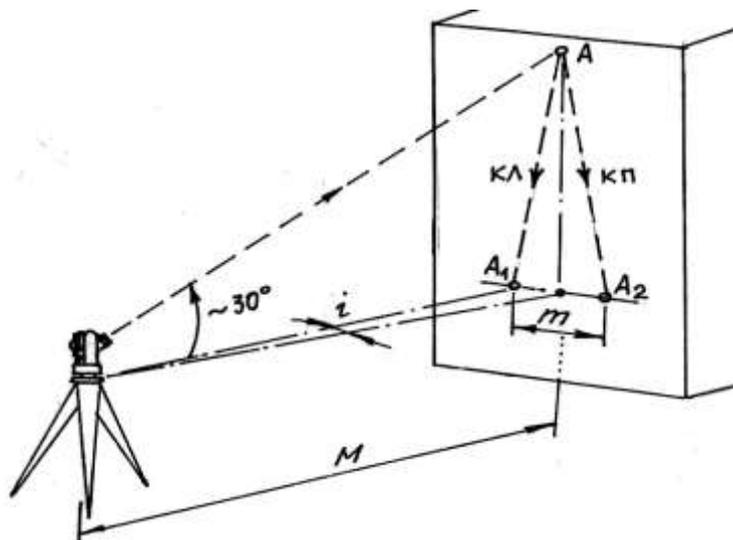

Рисунок 3. Пятая проверка теодолита.
1. Теодолит установить недалеко от высокого объекта (например, стены здания). В верхней части стены выбрать какую-либо заметную точку так, чтобы визирование на нее производилось при наклоне визирной оси к горизонту примерно на  $30^\circ$  (рис. 3).